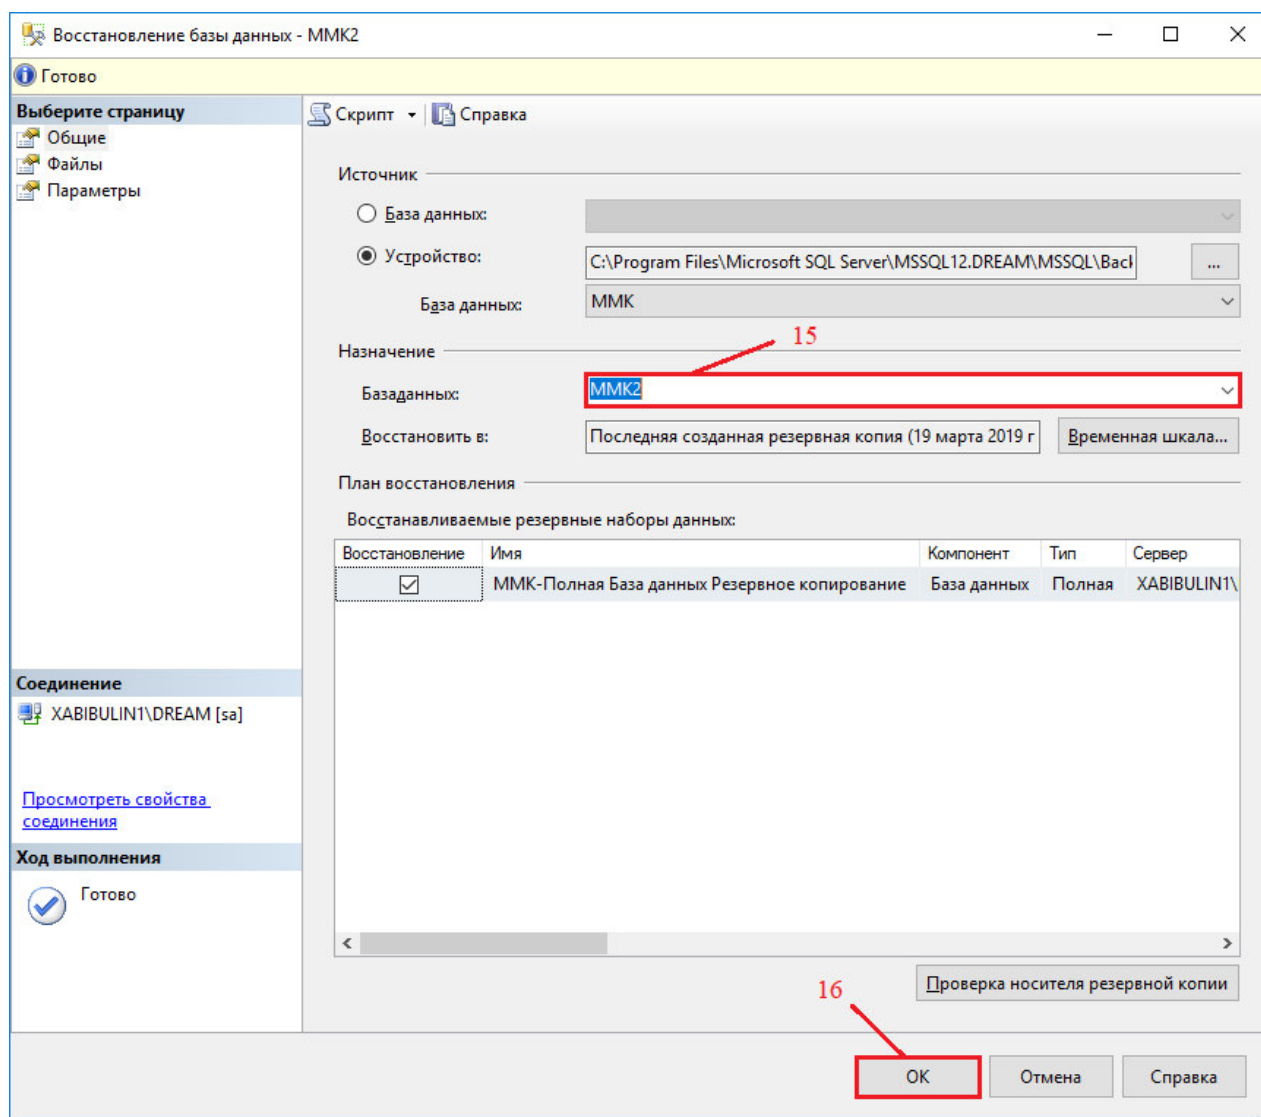

Рисунок 3.1.8
- в окне «Восстановление базы данных...» (см. Рисунок 3.1.8) в поле «База данных» вписать имя (название) базы данных и нажать кнопку «ОК»;